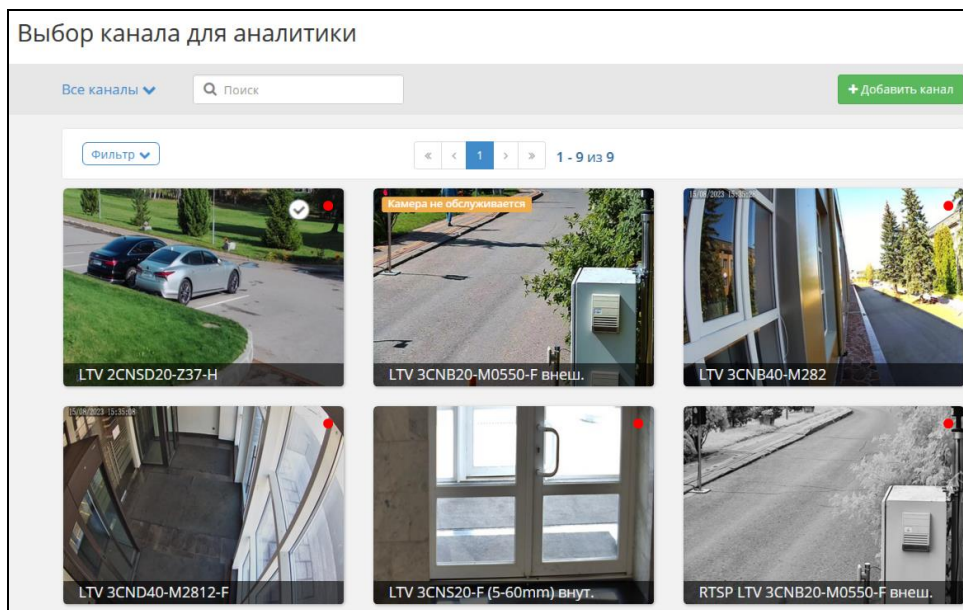

Рисунок 42 - Страница настройки аналитики
- 1) Добавьте канал в область управления аналитикой — кнопка **+Добавить аналитику** (рис. 42).